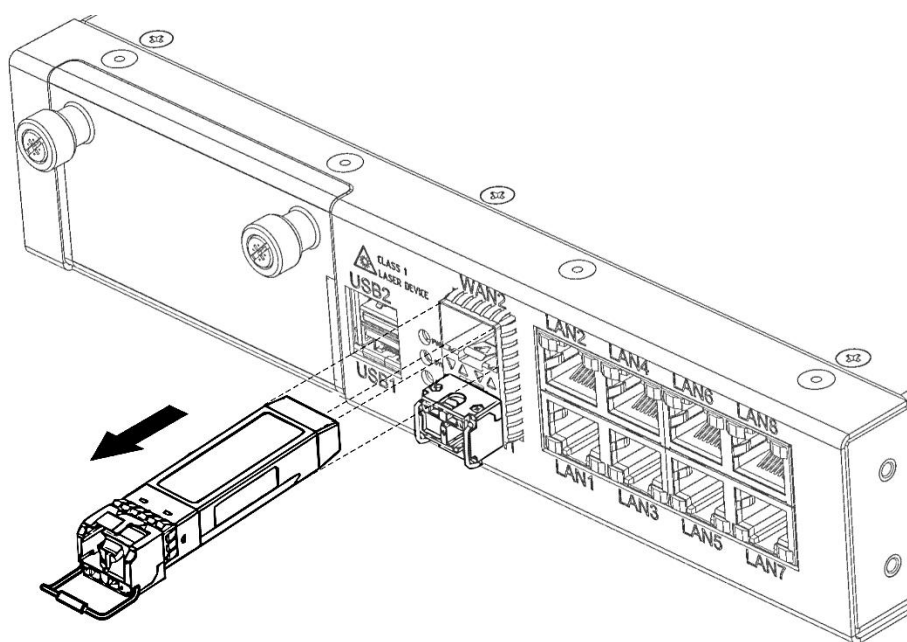

Рисунок 64 – Извлечение SFP-трансивера из слота
- извлеките трансивер из слота (рисунок 64).